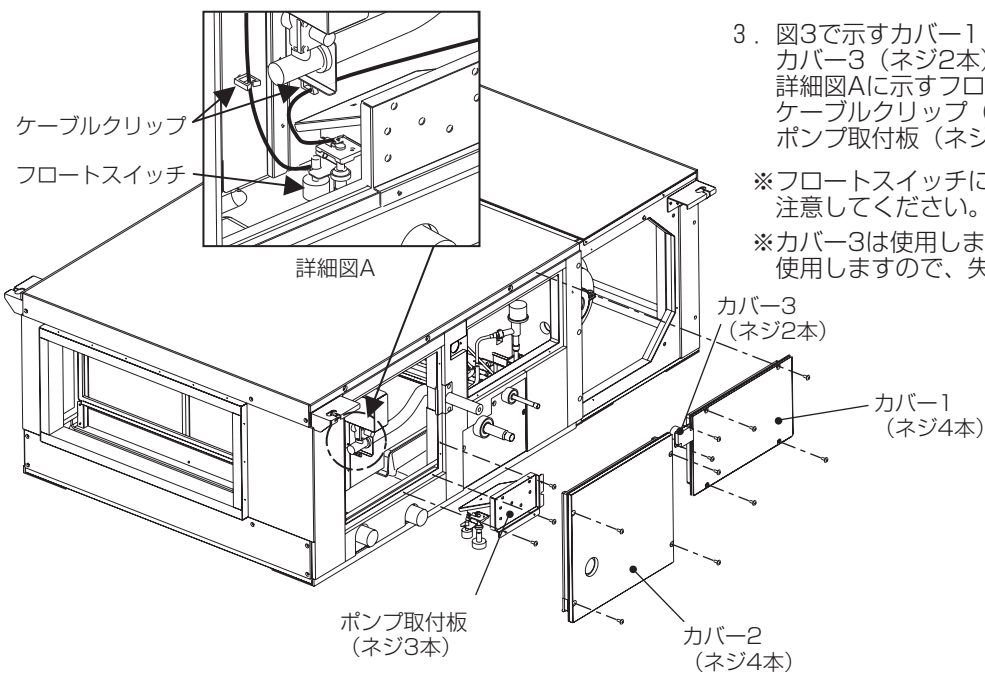

図3
3. 図3で示すカバー1（ネジ4本）、カバー2（ネジ4本）、カバー3（ネジ2本）を取外します。詳細図Aに示すフロートスイッチの配線をケーブルクリップ（2カ所）から外し、ポンプ取付板（ネジ3本）を取外します。
(図3, 詳細図A参照)